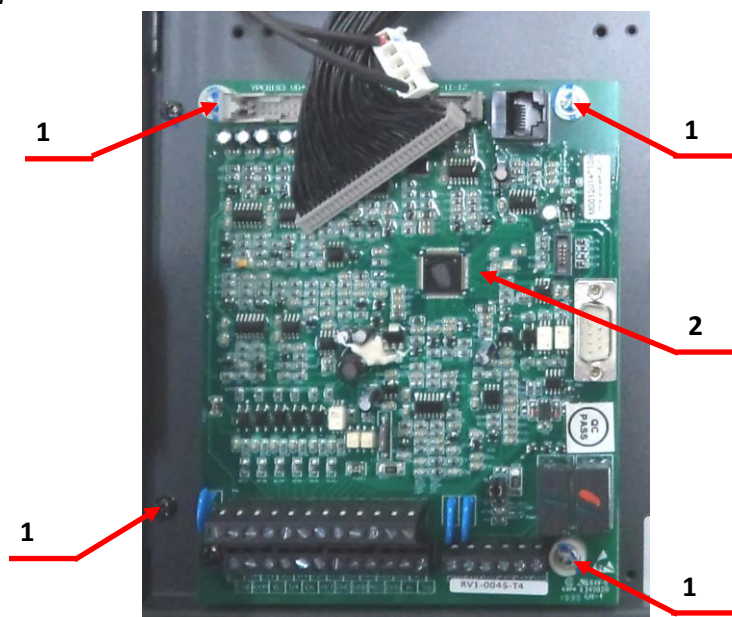

Рис.7.30
7.10.1. Установить на монтажную панель плату центрального процессора поз. 2 и закрепить её 4 винтами поз.1 (рисунок 7.30).